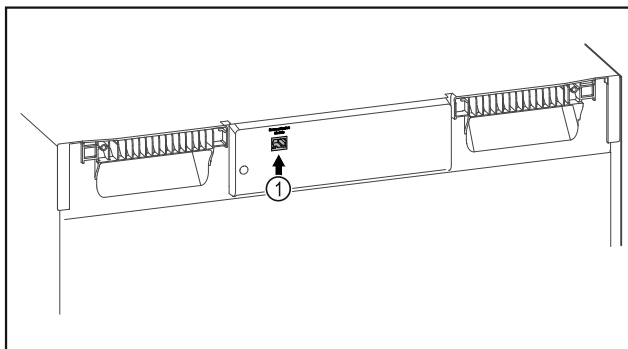

Fig. 86
- ❑ SmartModule *Fig. 86 (1)* is geplaatst.